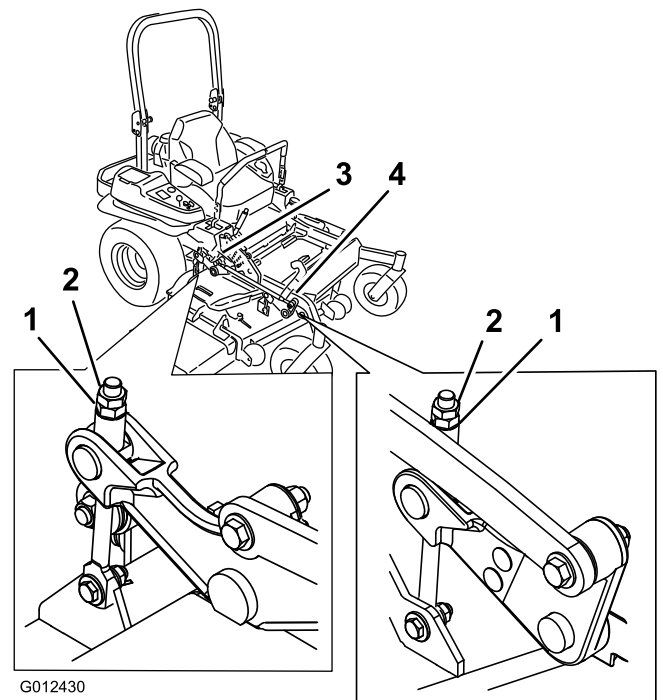

Bild 86
- 10. Drehen Sie die Einstellmutter am Frontmähwerkhub, um eine genaue Einstellung zu erreichen (Bild 86).
16. Drehen Sie die Einstellmutter am Frontmähwerkhub, um eine genaue Einstellung zu erreichen (Bild 86).